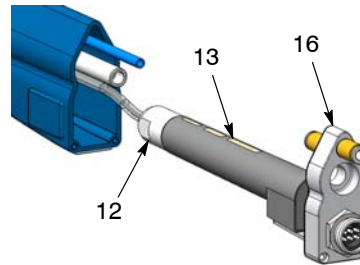

Bild 38 Uttagning av multiplikator ur pistolhuset
7. Se bild 38. Drag ut kylflänsen (16) tillsammans med multiplikatorn (13) ur pistolhuset, tills att man kan fatta tag i multiplikatormuttern (12).